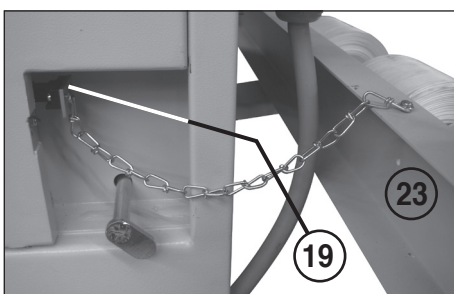

fig. 3
2. Fixer l'extrémité de la chaîne du verrouillage de fin de course (19) fourni avec le compacteur sur la tôle intermédiaire (23) du bâti du destructeur de documents dans l'orifice prévu à cet effet (fig. 3).
3. Introduire l'élément de commande (clé spéciale) du verrouillage du fin de course (19) dans le fin de course sur le compacteur (fig. 3).
- 19 = Verrouillage du fin de course (fig. 3)